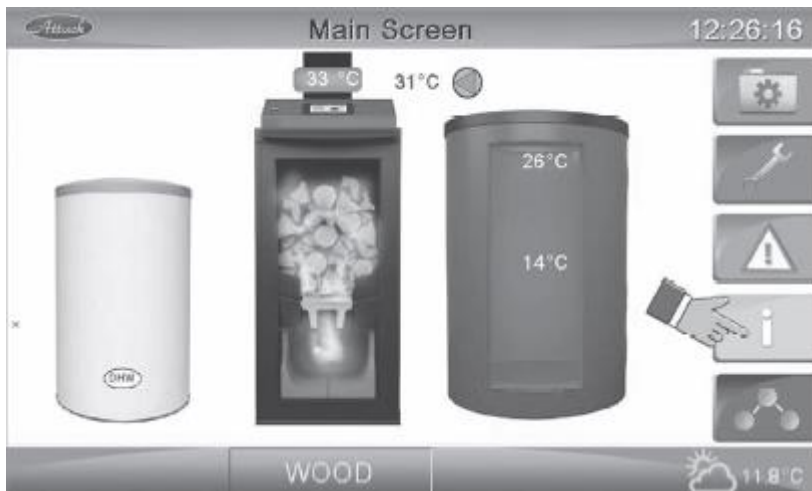

Fig. 26 Intrarea in meniul de informare
1. Dupa ce porneste cazanul, ventilatorul de evacuare a gazelor arse porneste si este posibil sa ardeti lemne. Puteti verifica starea curenta a cazanului in meniul de informatii (fig. 26).